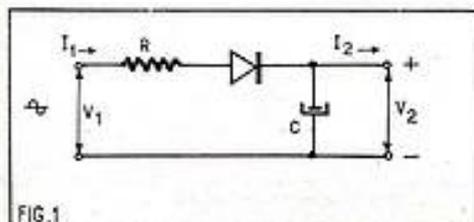

FIG. 1
La figure 1 montre l'emploi d'un tel redresseur dans le montage classique de redressement d'une seule alternance. La diode peut être, par exemple, une OA210 de La Radiotechnique. Pour une tension efficace du secteur de 127 V (V_1), avec une résistance de protection de 4 Ω (R), un condensateur de filtrage (C) de 200 μ F, on obtient une tension de sortie redressée (V_2) de 150 V sous 500 millis, ou de 170 V sous 100 millis. C'est largement suffisant pour alimenter un récepteur et l'encombrement de l'alimentation est surtout celui de l'électrochimique.
Revenons à notre figure 1. Comme nous ne redressons qu'une alternance, nous pou-
Si la tension alternative d'entrée est supérieure à celle admissible par la diode, il suffit de mettre plusieurs diodes en série. Reprenons par exemple, le montage de la figure 1, mais, au lieu d'une seule diode OA210 supposons-en deux en série. Réduisons la valeur du condensateur de filtrage à 100 µF. Portons celle de la résistance de protection à 7 Ω. On pourra appliquer une tension d'entrée efficace de 220 V et obtenir pour V2 une tension de 255 V sous 500 millis ou de 270 V sous 100 millis.
Revenons au schéma de redressement d'une seule alternance de notre figure 1 et prenons comme redresseur une diode à jonction au silicium ayant une tension inverse de crête de 100 V, par exemple la OA251 Radiotechnique. La tension alternative efficace qui peut être appliquée à un tel redresseur est de 70 V. En appliquant cette tension à l'entrée (V1) par l'intermédiaire d'un enroulement secondaire approprié d'un transformateur abaisseur, nous recueillerons à la sortie (V2) 30 V sous 15 A. Notez qu'avec ces redresseurs basse tension la résistance de protection (R) doit être supprimée. On remarquera qu'avec ce montage la chute de tension dans le redresseur est considérable, la tension continue recueillie étant plus de moitié moindre que la tension alternative appliquée.
calculé pour pouvoir débiter largement l'intensité demandée. Il est bon de prévoir diverses prises sur son secondaire pour pouvoir ajuster la basse tension continue à la valeur convenable. On peut, par exemple, prévoir dans le montage de la figure 5 une prise par volt entre 29 et 35 V. Dans celui de la figure 1, les prises peuvent être échelonnées entre 64 et 70 V.
Si l'on a besoin que d'une tension de 12 à 14 V, il convient de réduire de moitié la tension alternative efficace d'entrée. Dans le montage de la figure 1, on peut alors utiliser une OA250 à la place de la OA251. En lui appliquant une tension efficace de 35 V, ce redresseur délivre 15 V sous 15 A.
Le schéma (fig. 1).
Ce récepteur (fig. 1) comporte les étages suivants : un changeur de fréquence, deux amplificateurs MF, un détecteur, un préamplificateur BF, un Driver et un final push-pull.